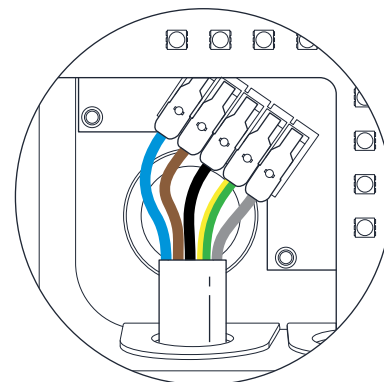

Fig. 8 - La séquence des fils du câble d'alimentation
16. Insérez les fils du câble d'alimentation dans les connecteurs d'entrée et abaissez chaque levier. Assurez-vous que les fils sont bien insérés dans les connecteurs, aucune partie dénudée ou brin ne doit être visible (protection électrique contre le contact direct). Une mauvaise insertion des fils peut entraîner un contact inapproprié et entraîner un risque d'incendie. **(Fig. 8)**